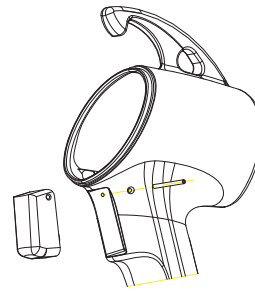

Figura 1
- Con un botapasador D: 1,5 mm, sacar el pasador de fijación del gatillo en la culata (vea la figura 1)